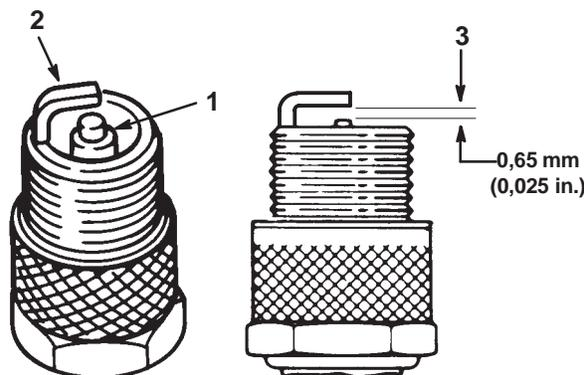

Figure 21
1. Inspecter le centre des bougies (Fig. 21). Si le bec de l'isolateur est recouvert d'un léger dépôt gris-brun, le moteur fonctionne correctement. S'il est couvert d'un dépôt noir, c'est généralement signe que le filtre à air est encrassé.
2. Contrôler l'écartement entre l'électrode centrale et l'électrode latérale (Fig. 21). Courber l'électrode latérale (Fig. 21) si l'écartement est incorrect.